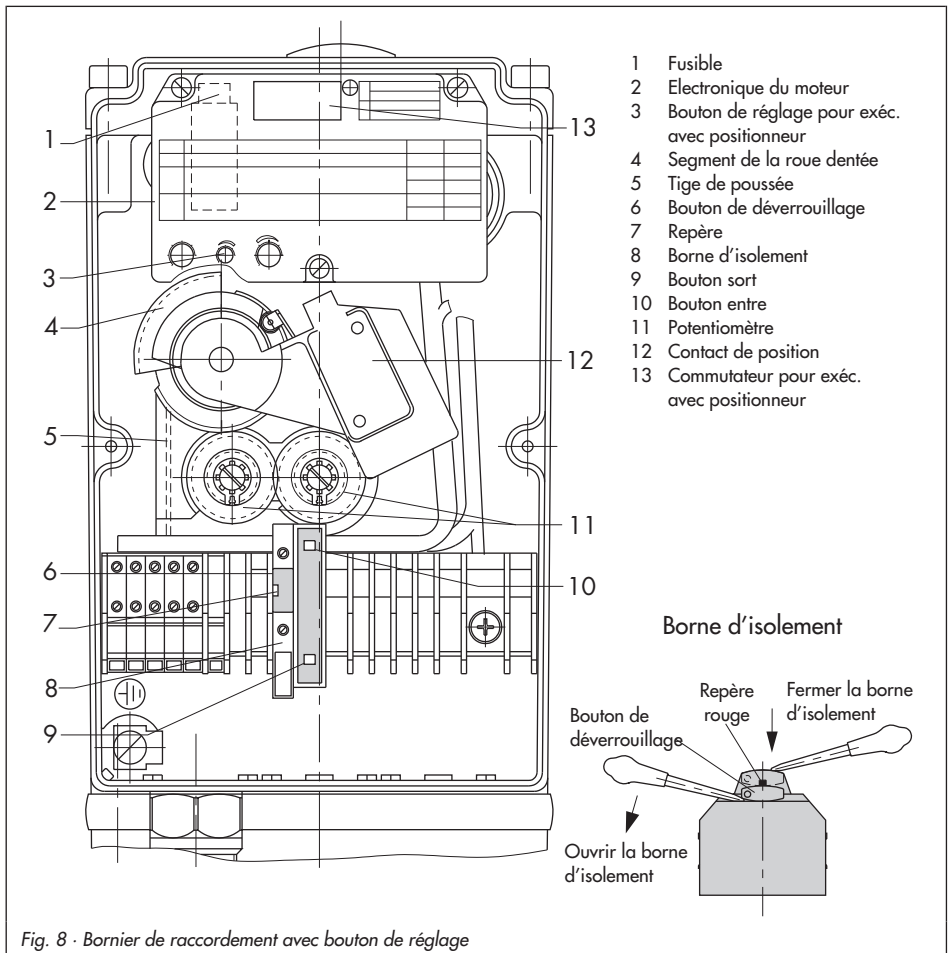

Fig. 8 - Bornier de raccordement avec bouton de réglage
Si lorsqu'à la mise en route de l'installation, l'organe de réglage ne doit plus bouger après avoir été positionné, il faut ouvrir la borne d'isolement 81 (fig. 8).
1. Ouvrir la **borne d'isolement 81** en relevant le bouton de déverrouillage (fig. 8).